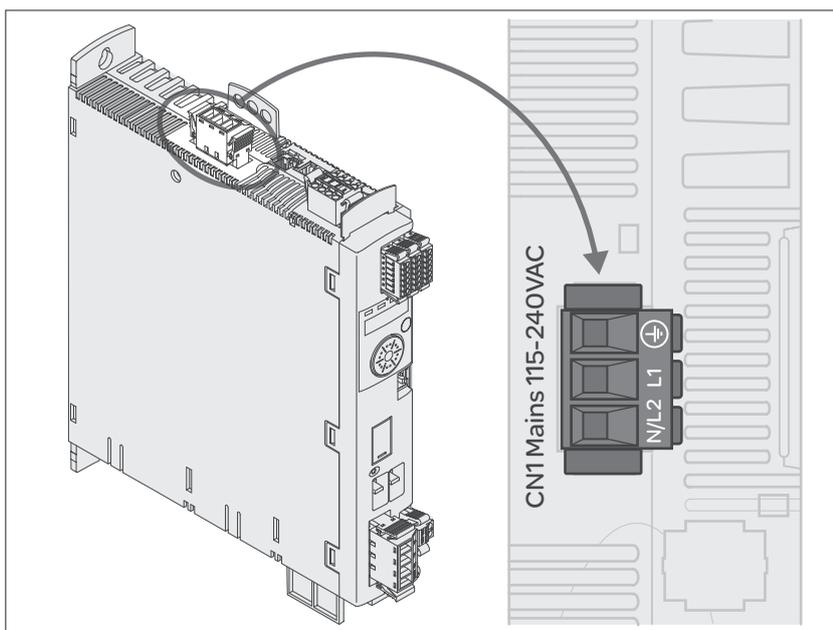

图 6.8 单相设备输出级电源接线图
- ▶ 将电线连接至（图 6.8）。注意接线端子螺钉的不同拧紧扭矩。